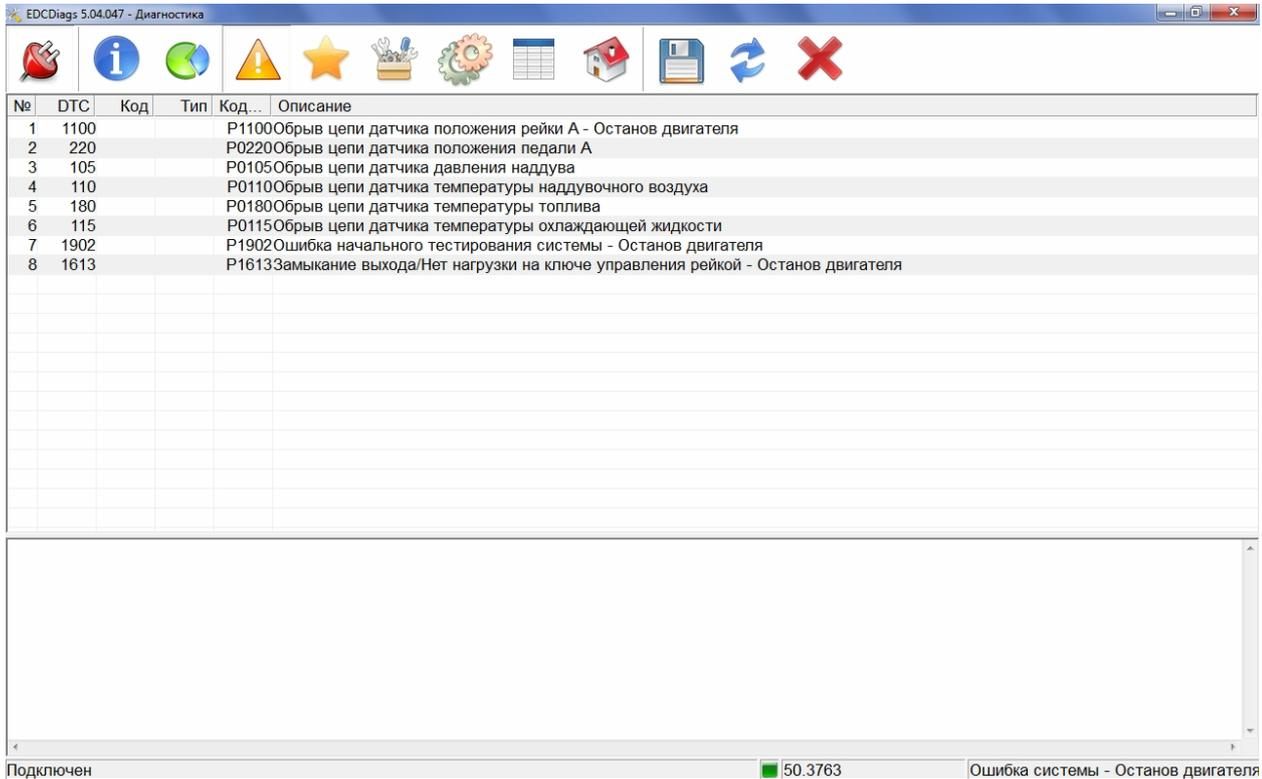

Рис. 3.3.
3.6.1. Открыть вкладку «Диагностика»  в основном окне программы EDCDiags (рис. 3.3).